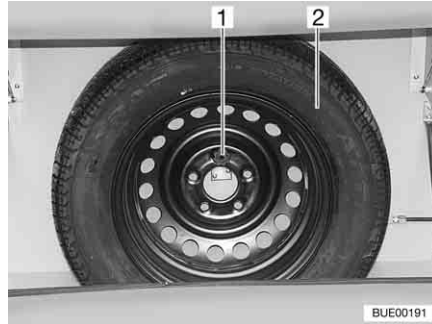

Fig. 213 Etrier de roue de secours
L'étrier de roue de secours est monté dans le coffre à gaz. La roue de secours (Fig. 213,2) est disponible moyennant supplément.
- Desserrer la vis (Fig. 213,1).
- Déposer la roue de secours (Fig. 213,2).